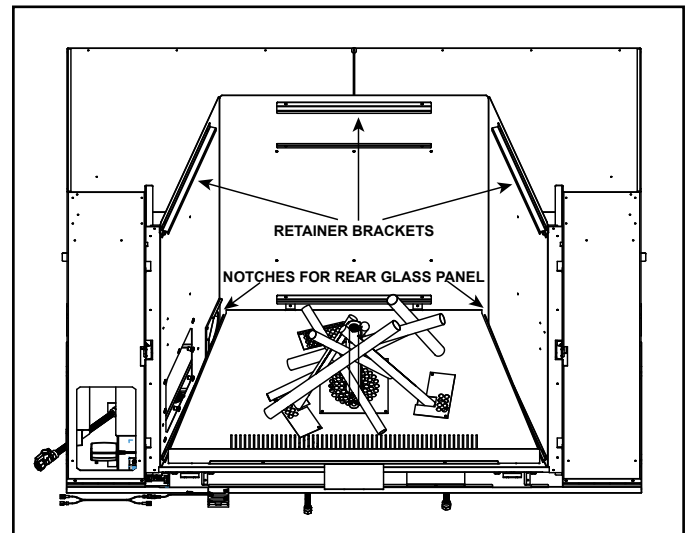

Figure 11.10 Retrait des supports de retenue
1. Enlevez les supports de retenue, comme montré à la figure 11.10. Conservez la boulonnerie pour utilisation aux étapes 3 à 5.